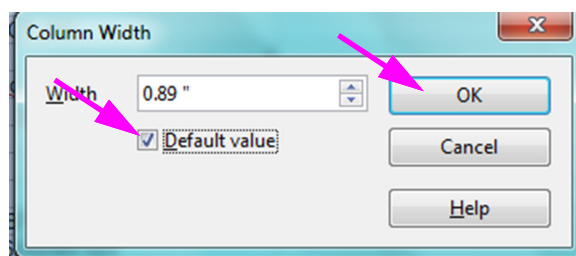

图 D-7. Column Width（列宽）对话框
10. Column Width（列宽）对话框出现。参见图 D-7。